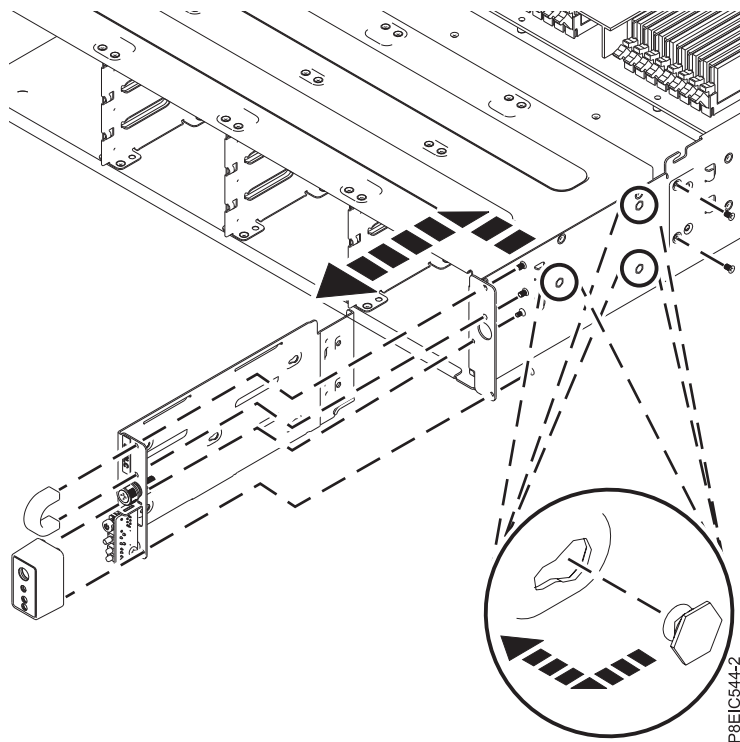

図 61. 電源スイッチおよびケーブルの取り外し
5. 電源スイッチのベゼルとハンドルを電源スイッチ・アセンブリーに固定している 4 本のねじを取り外します (図 61 を参照)。
6. シャーシの側面から、電源スイッチ・アセンブリーを固定している 2 本のねじを取り外します (図 61 を参照)。
7. 電源スイッチ・アセンブリーを前方に引いて、シャーシの側面から電源スイッチ・アセンブリーを切り離します (図 61 を参照)。